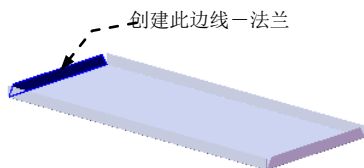

图 17.7.56 创建边线一法兰 4
Step5. 参照上一步的方法创建图 17.7.56 所示的另一侧的边线法兰 4。